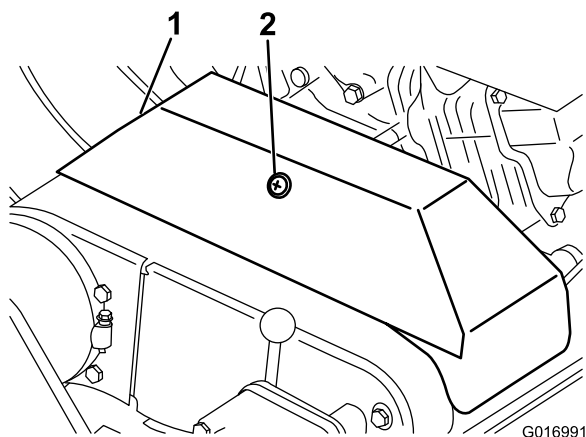

Figura 39
2. Allentate l'ancoraggio di fissaggio del paracinghia della cinghia trapezoidale, e girate il paracinghia per aprirlo (Figura 39).